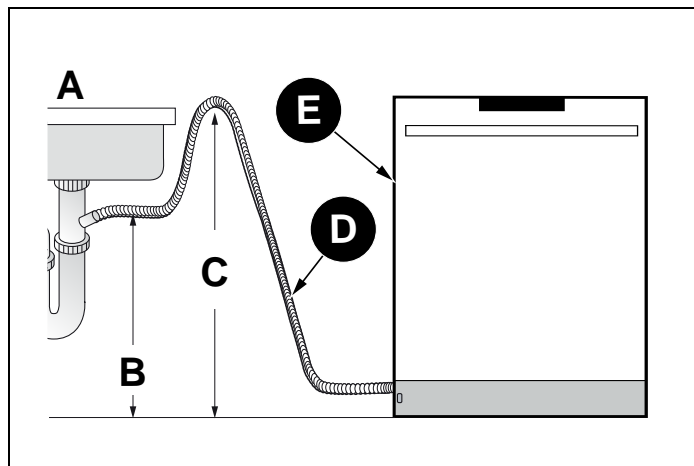

Fig. 20
5) S'il n'y a pas de dispositif anti-refoulement, assurez-vous de suspendre le milieu du tuyau de vidange bien au-dessus de la base du meuble évier pour éviter tout reflux (voir Fig. 20).